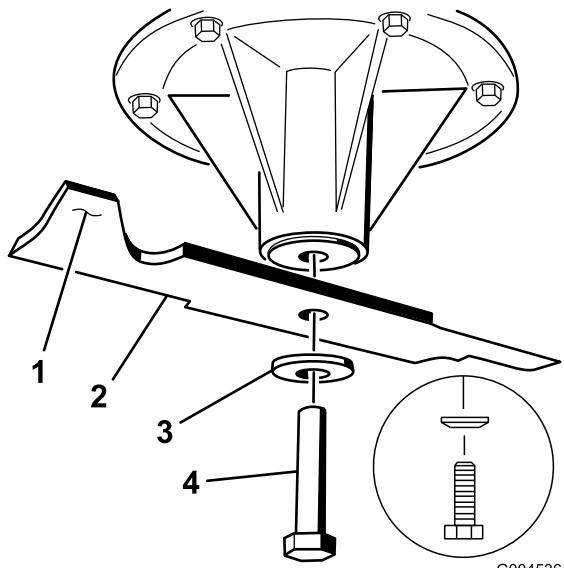

Figure 89
- Enlevez de l'axe des lames gauche et centrale, le boulon de lame, la rondelle bombée et la lame (Figure 89).